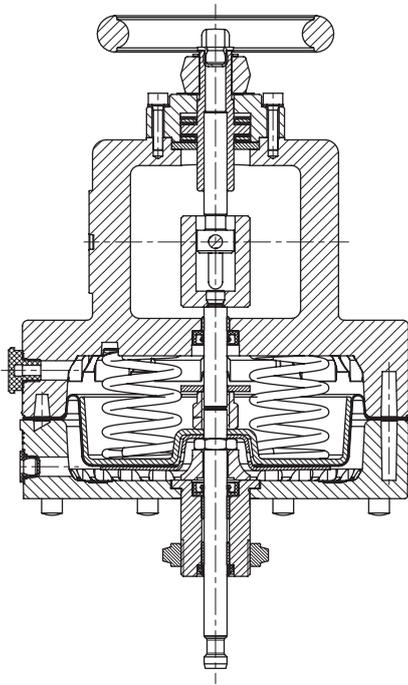

図. 12: タイプ 3271-5、「軸出」フェールセーフ位置、追加のハンドホイール付き
- **タイプ 3271-5・操作部面積 120 cm2**、ダイキャストアルミハウジング (図. 4)、オプションでハンドホイールを追加 (図. 12)